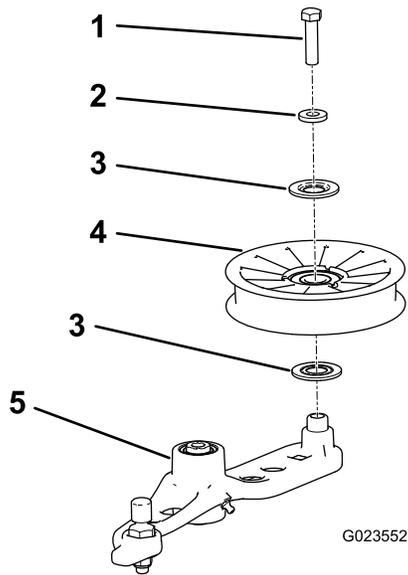

图59
6. 拆下将旧张紧轮固定到张紧臂上的螺栓，并安装新张紧轮（图59）。